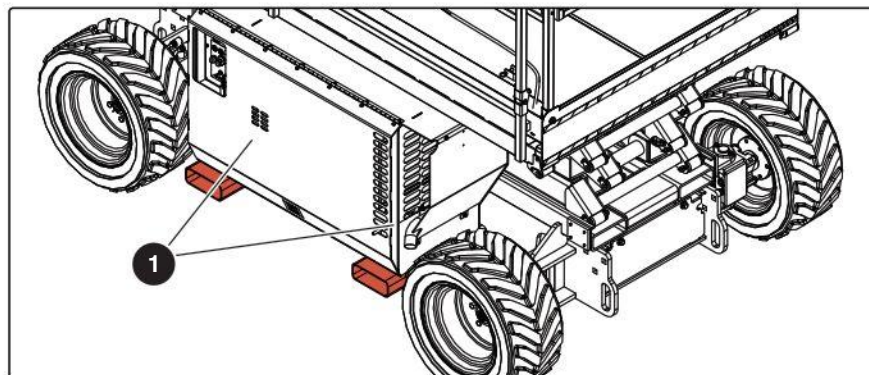

Figura 05 Ubicaciones del soporte para montacargas
- Levantar la MEWP con las horquillas del montacargas en las ubicaciones de los soportes para montacargas . Consulte la Figura 05.